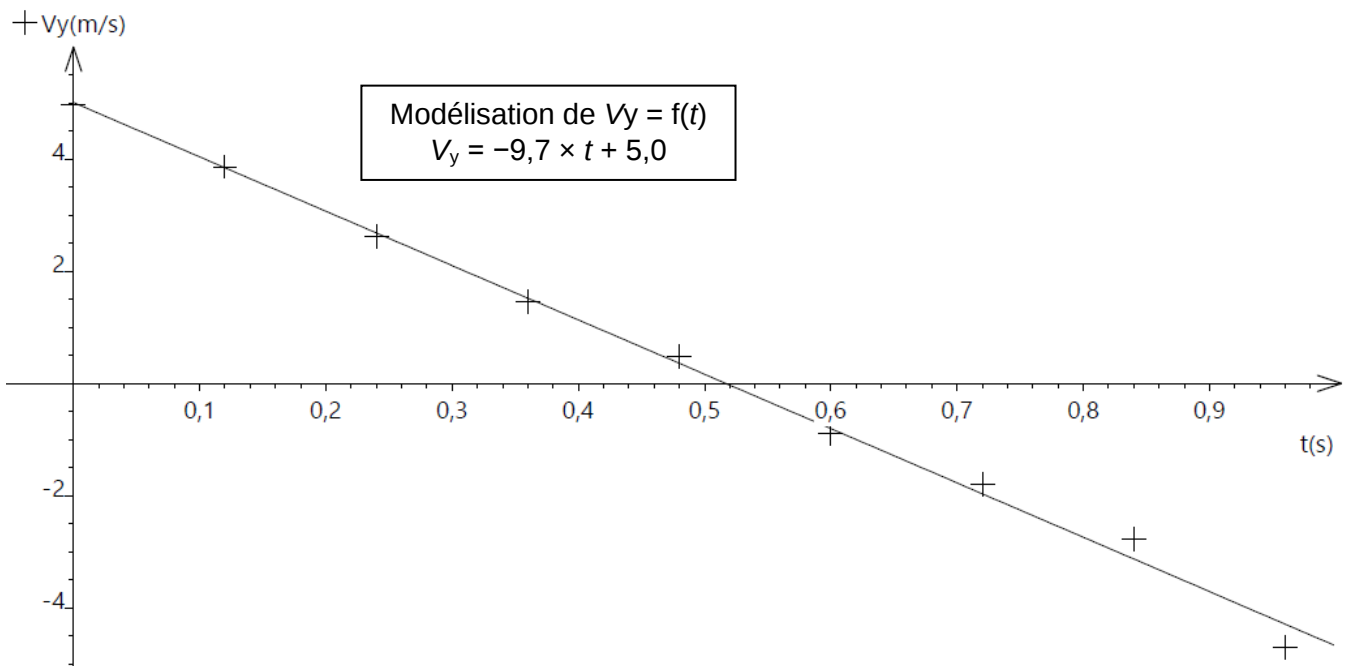

Figure 3 – Évolution de la coordonnée v_y de la vitesse du ballon en fonction du temps t
- Q.3.** Déterminer, à l'aide de la figure 3, la valeur de la coordonnée v_{y0} du vecteur vitesse initiale $\vec{v}_0$.